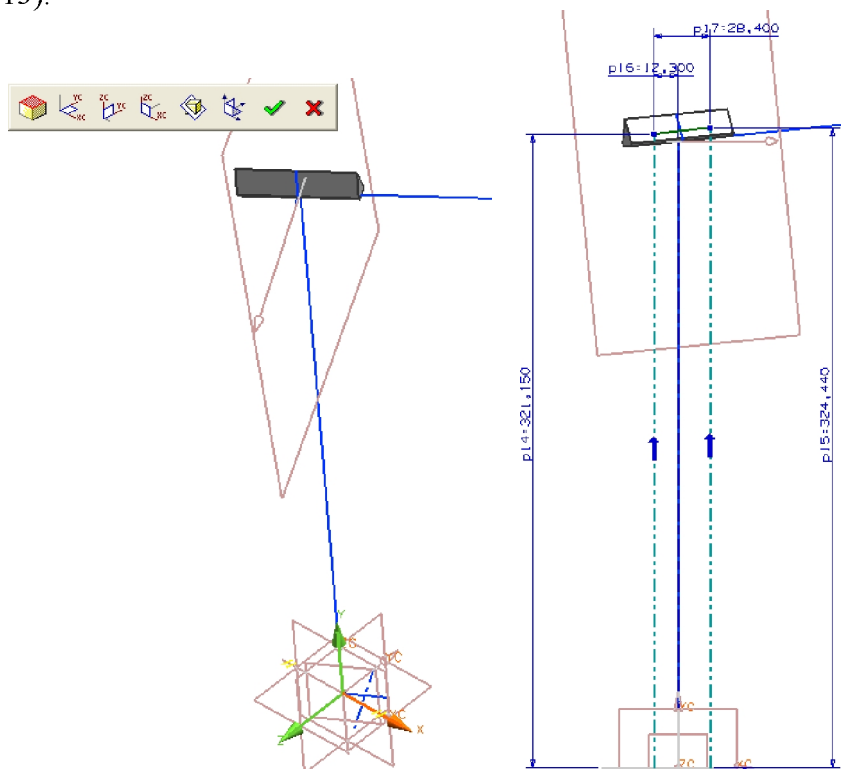
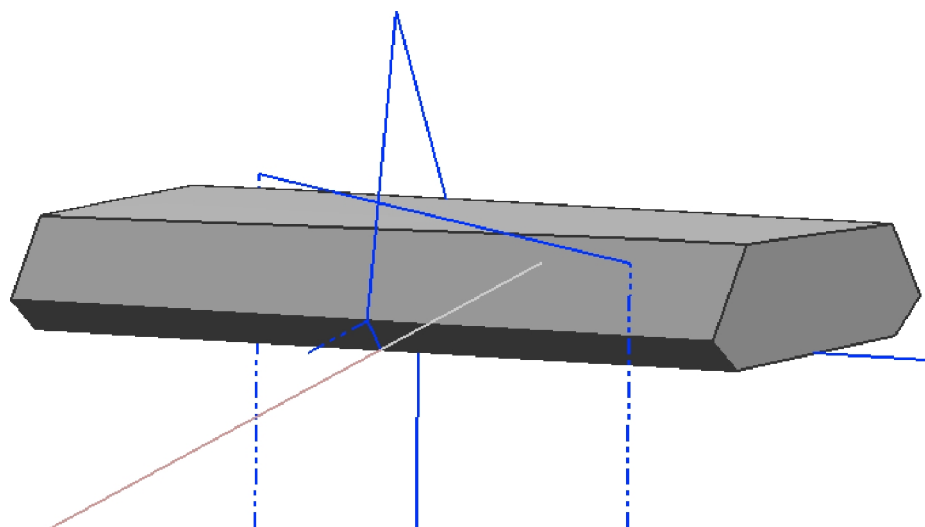

Рис. 11. Эскиз вспомогательных построений
Рис. 13. Модель хвостовика
7. Создайте наружную и торцевые поверхности хвостовика: создайте эскиз: **Insert** → **Sketch**, выберите вертикальную вспомогательную плоскость **XC-ZC**, нажмите **OK**. Выполните построения, как показано на Рис. 11. Выйдите из режима эскиз. Выполните обрезку тела хвостовика: **Insert** → **Design Feature** → **Revolve...** Выберите в графической области отрезок, определяющий наружную поверхность хвостовика (Рис. 12), нажмите **OK**. Выберите опцию **Axis and Angle**, выберите в качестве оси вращения **XC axis**, оставьте по умолчанию центр вращения – 0,0,0 (**Base point**), нажмите **OK**. Принимаем по умолчанию предлагаемый начальный угол 0 и конечный угол 360 градусов. В **Boolean Operation** выберите **Intersect**. В результате получим обрезанное тело хвостовика (Рис. 13).